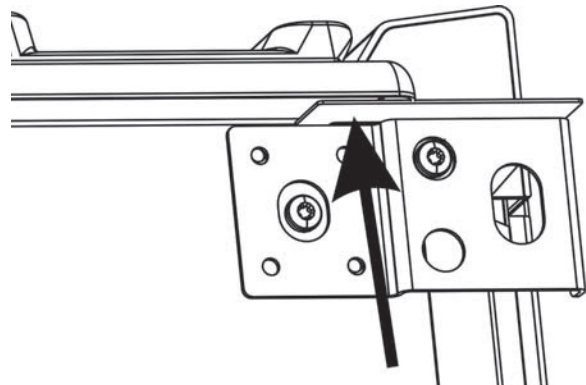

Figura 6: Cómo ajustar el tornillo
8. Presione el protector para esquinas hacia arriba donde lo indica la flecha (consulte la Figura 6: Cómo ajustar el tornillo) mientras completa el ajuste del tornillo.